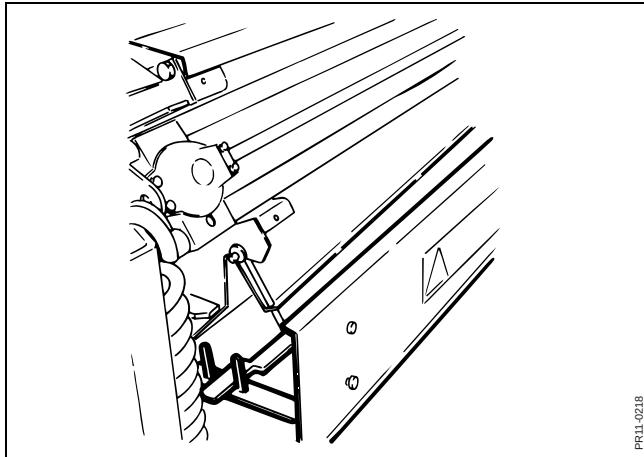

Fig. 4-12
- Fig. 4-12** 2. Skærm mellem slibeapparat og rotor sænkes ned, så der er frit mellem apparatet og rotoren.